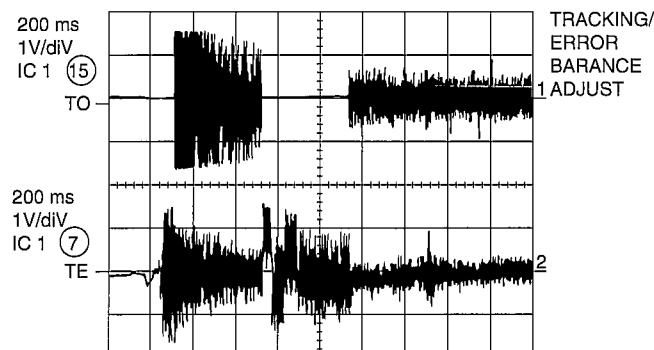

Figure 23-3
3. E/F balance (tracking error balance) (Fig. 23-3)
3. E/F-Balance (Abtastfehlerbalance) (Abb. 23-3)
3. Balance E/F (balance d'erreur d'alignement) (Fig. 23-3)